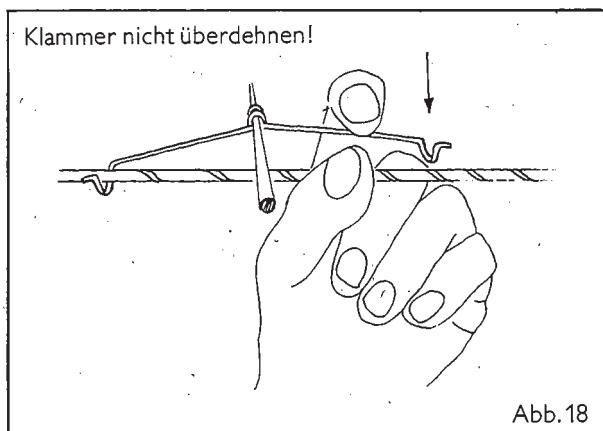

Abb. 18
- 2.** Spannen Sie nun jede Haltefeder so um das Seil, daß das entsprechende Drahtbügelende auf das Seil gedrückt wird (Abb. 18). Anschließend kann das Element in jede gewünschte Position gedreht werden.